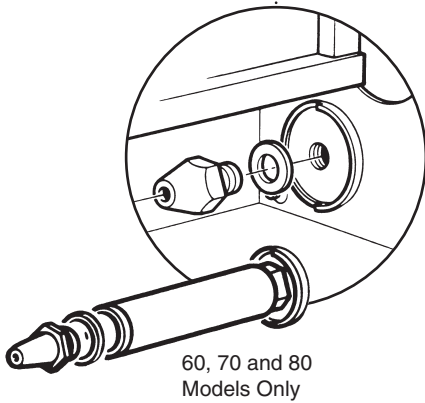

Fig. 125
10.11 Burner Injector (Fig. 125)